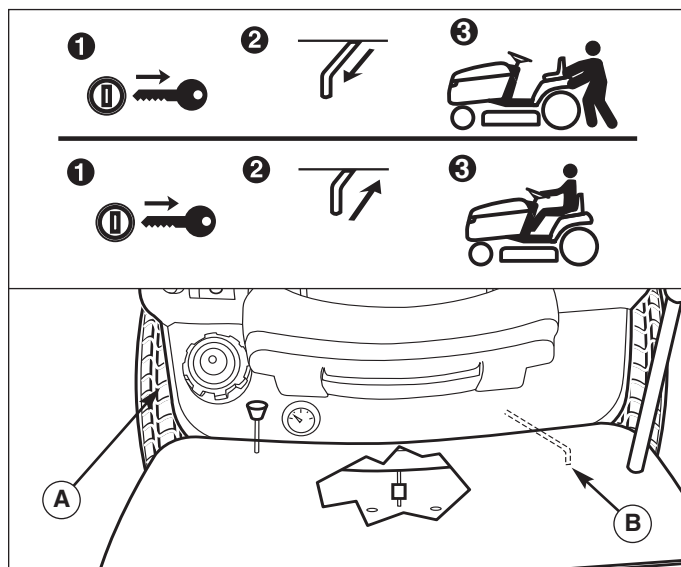

Figura 2.1. Leva di disinnesto della trasmissione (2WD)
2. Bloccare la leva di disinnesto della trasmissione nella posizione di disinnestata tirandola indietro di circa 6,4 cm (Figura 2.1).